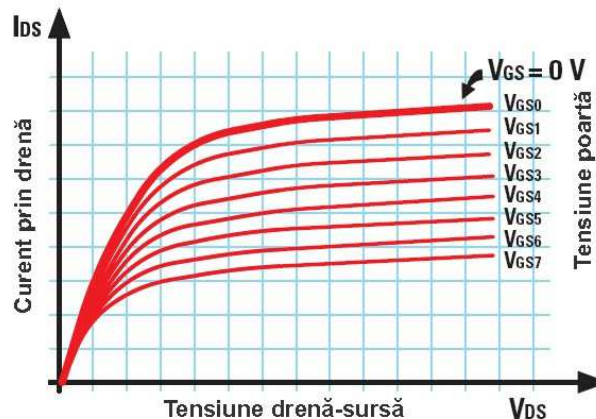

Figura 22 - La tranzistoarele FET, prima curbă V_{gs0} a tensiunii negative a porții este în partea de sus și ultima curbă V_{gs7} este în partea de jos.
- pentru FET-uri aplicăm o rampă în opt trepte, dar din moment ce referința la prima curbă 0 V este sus, tensiunea este negativă, trebuie să numărăm cele opt curbe de sus în jos (vezi Figura 22),..